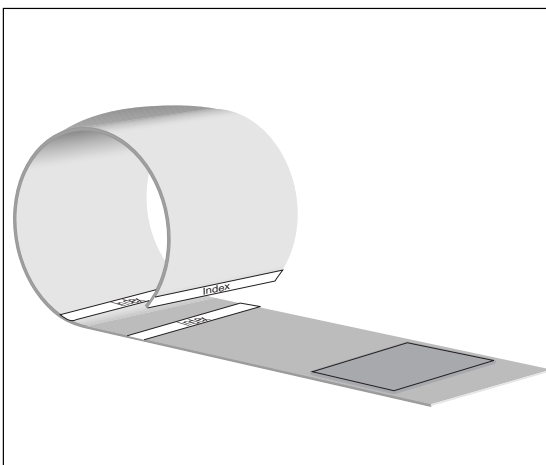

Рис. 4-2 Застосування манжети
- пунктирна біла лінія в кінці манжети розташована між двома пунктирними **Index** лініями, коли ви закриваєте манжету (якщо це не так, виберіть інший розмір манжети, Рис. 4-2);